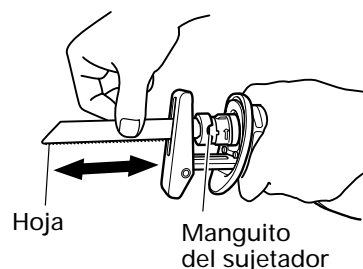

Fig. 10
- (5) Con la mano, tire de la hoja de sierra hacia atrás dos o tres veces y verifique que la hoja esté firmemente instalada. Si al tirar de la hoja ésta produce un chasquido y el manguito del sujetador se mueve ligeramente, significa que se encuentra correctamente instalada. (Fig. 10)